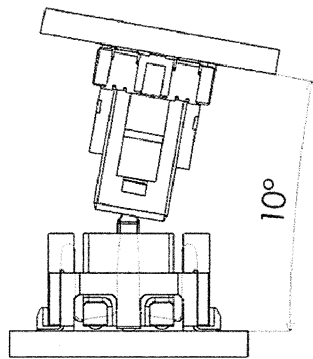
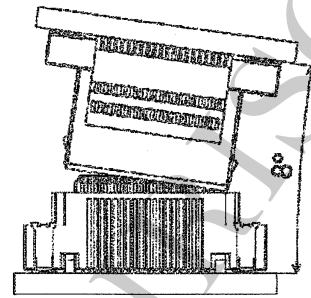

図 1/Fig.1
図 2/Fig.2
- ・ 誘い込み時の角度は図 1～図 2 になりますので、記載角度以下で位置決めをして下さい。
/Figure 1 and 2 show guiding angle. Please locate it below the described angle.